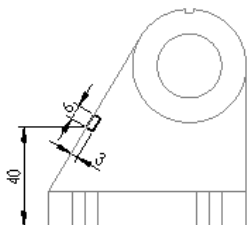

图 7.7.39 草图 6
(3) 单击 按钮，完成编辑操作。
Step19. 绘制图 7.7.39 所示的草图 6。
(1) 创建图层。
① 在状态栏中单击 按钮，系统弹出“层别管理”对话框。